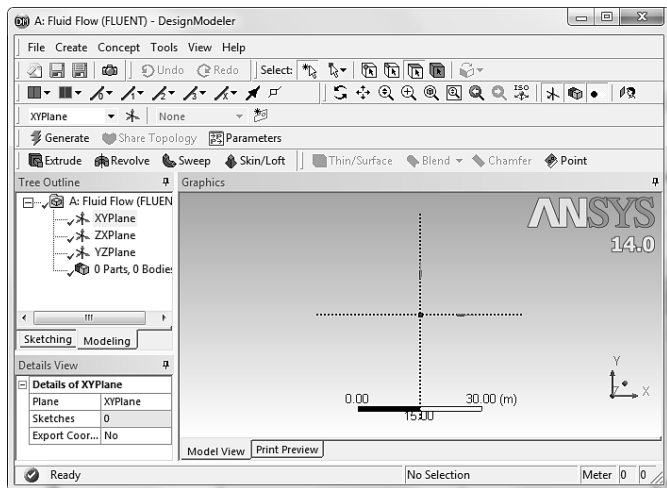
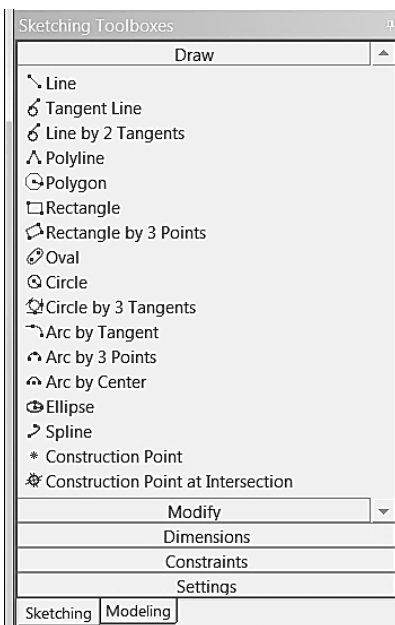

Рис. 1.9
Рис. 1.10
- 2) В панели Graphics в нижнем правом углу кликните левой кнопкой мыши по оси +Z. После этого плоскость XY совпадет с плоскостью экрана. (Ось +Z будет смотреть на вас), рис. 1.9.
- 4) Эскиз будем создавать в плоскости XY. Для этого на панели Tree Outline кликните по XYPlane (рис. 1.9). В левом нижнем углу панели Tree Outline выберите закладку Sketching. Вместо панели Tree Outline появится панель Sketching Toolboxes – панель инструментальных средств для построения эскиза, рис. 1.10. По умолчанию открывается набор инструментов Draw.